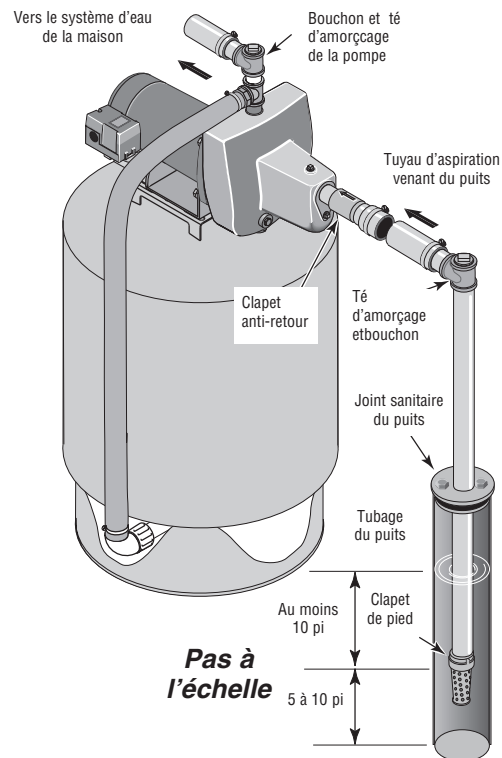

Figure 2 : Installation dans un puits à tubage
## INSTALLATION SUR UN PUIS À TUBAGE DE 2 POUCES DE DIAMÈTRE OU PLUS GRAND (voir la Figure 2)
2. Brancher le clapet de pied, la crépine et le tuyau du puits (voir la Figure 2). S'assurer que le clapet de pied fonctionne librement.
- Poser le té d'amorçage, le bouchon d'amorçage et le tuyau d'aspiration sur la pompe (voir la Figure 2). Brancher le tuyau provenant du puits sur l'orifice d'aspiration de la pompe en utilisant le moins possible de raccords - en particulier des coudes - étant donné que les raccords augmentent le frottement de l'eau dans les tuyaux (il faut toutefois ajouter un clapet de pied – voir la Figure 2). Le diamètre du tuyau d'aspiration doit être au moins aussi grand que le diamètre de l'orifice d'aspiration de la pompe. Utiliser du ruban d'étanchéité en PTFE pour filetage sur les raccords filetés. Supporter le tuyau de façon qu'il ne soit pas cintré afin qu'il n'exerce pas de contraintes sur le corps de la pompe; de plus, il doit être légèrement incliné vers le haut, du puits jusqu'à la pompe (les points hauts risquent de causer des poches et des bouchons d'air dans la pompe). Rendre étanches les raccords du tuyau d'aspiration avec du ruban d'étanchéité en PTFE pour filetage. Les raccords doivent être étanches à l'air et à l'eau. *Si le tuyau d'aspiration aspire de l'air, la pompe ne pompera pas l'eau du puits.*